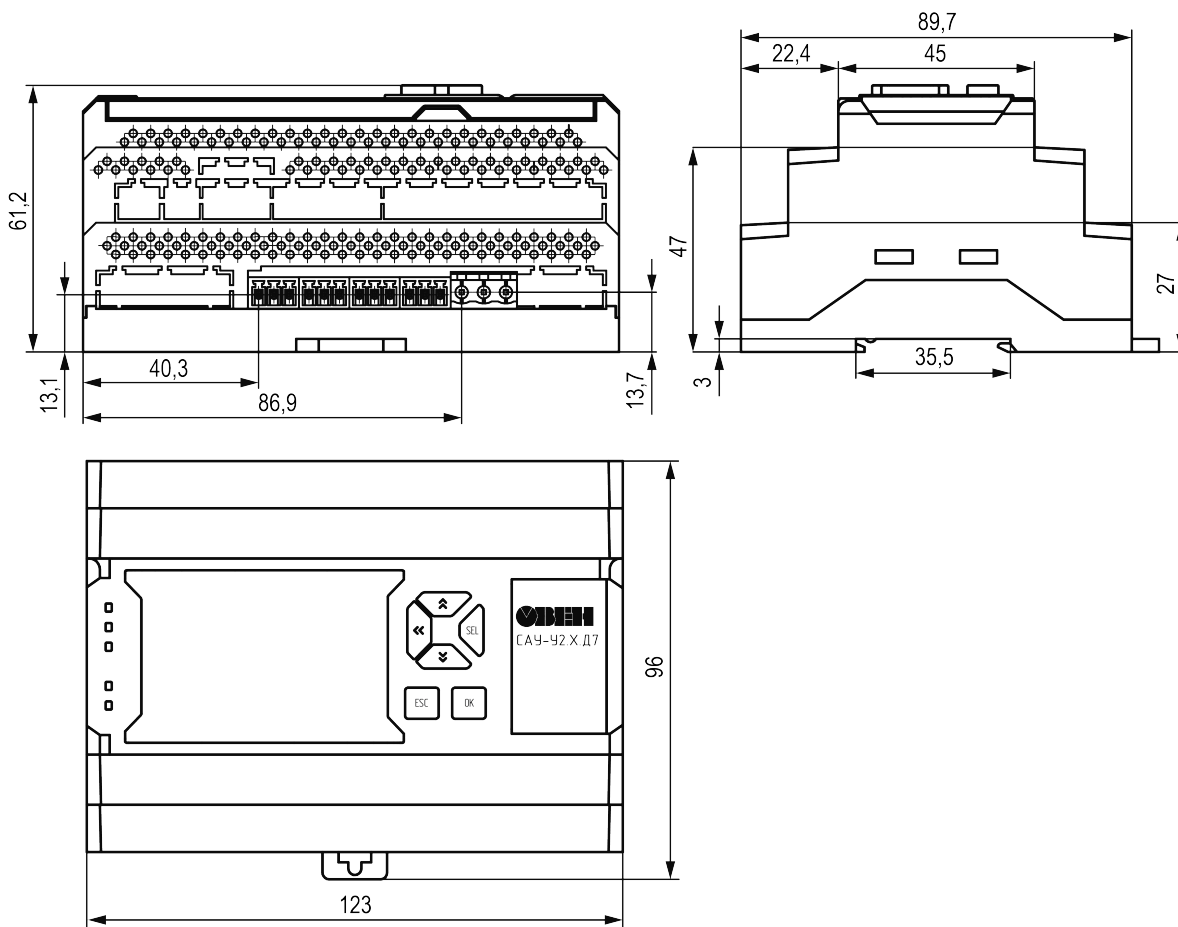

Рисунок 5.3 – Габаритные и присоединительные размеры CAU-Y2.X.Д7
1. Подготовить место на DIN-рейке для установки в соответствии с размерами прибора (см. рисунок 5.3).